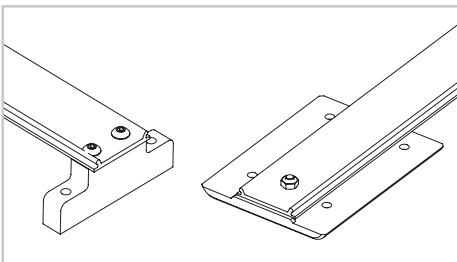

Fig. 6
- 5) Rimuovere le viti e i dadi per separare la cinghia di protezione dalle due piastrine alle sue estremità (Fig. 6).